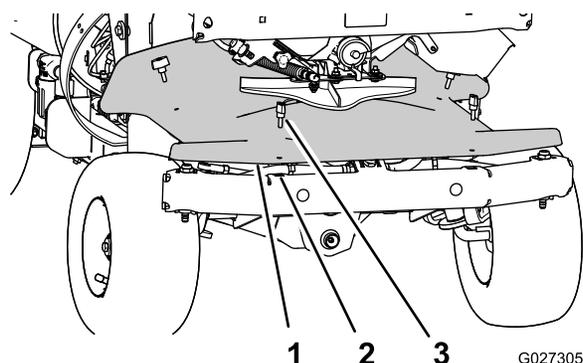

Figura 26
- Retire los cuatro tornillos de orejeta que sujetan la tapa delantera (debajo del impulsor) al chasis, y retire la tapa (Figura 26).